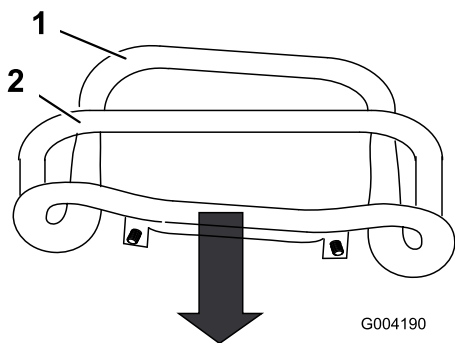

Figura 51
3. Puxe o controle de tração até a parte frontal do controle fazer contato com a barra de referência (Figura 51).